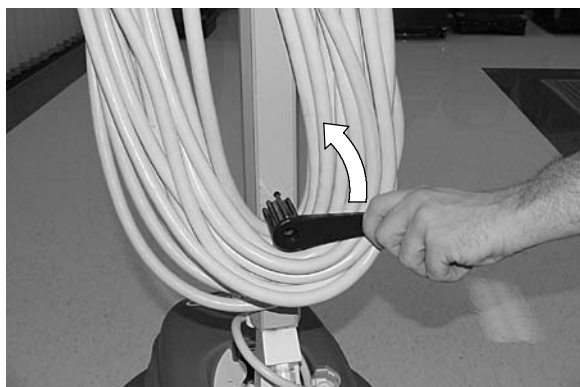

図 4
1. コードフックを上げ、電源コードを本機から外します。(図4)